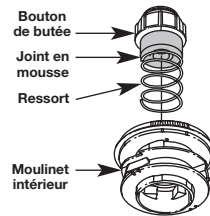

Fig. 20
1. Retirez le bouton de butée, le ressort et le joint en mousse en tournant le bouton de butée à gauche (Fig. 20 & 22).
2. Tirez le bouton de butée, le ressort et le joint en mousse (Fig. 20).
7. Placez le bouton de butée, le ressort et le joint en mousse dans la bobine extérieure (Fig. 20).